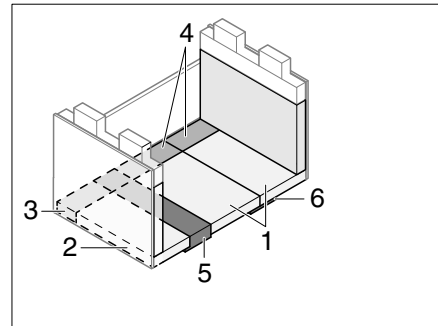

Fig. 209 Después de la transformación
- Colocar cojín del asiento, cojín del respaldo y cojín adicional como se muestra en Fig. 209.
- ▷ Para lograr un mayor confort de reposo, se puede quitar el relleno del cojín del respaldo (Fig. 209,2).